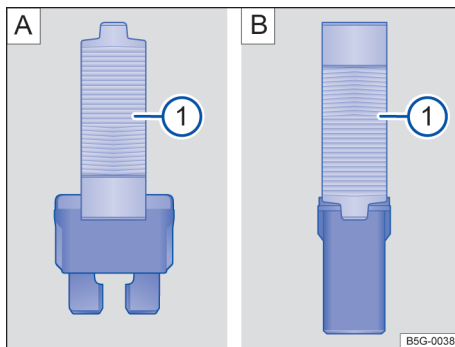

图 119 用塑料钳拆下或插入保险丝：A 扁平片式保险丝、B 方块式保险丝
- 使用保险丝工具夹或类似工具 → 图 119 ①。
- 根据保险丝型号，将塑料夹钳的夹嘴调至适合 → 图 119 A ① 或 → 图 119 B ①，然后从侧面夹住保险丝。
- 熔断的保险丝必须用额定电流（颜色和标记）及尺寸与原保险丝均**相同**的新保险丝更换 → ①。